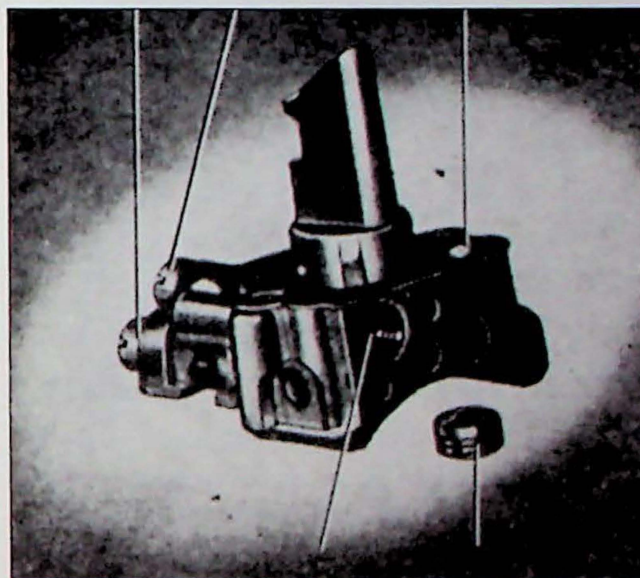

Fig. 3.4. Sproeierhuis Zenith carburateur. 1. boutgaatjes voor bevestiging; 2. sproeier; 3. sproeier; 4. stationair luchtdoseur; 5. sproeier
4. Schroef alle sproeiers uit de mengkamer (Fig. 3.4).